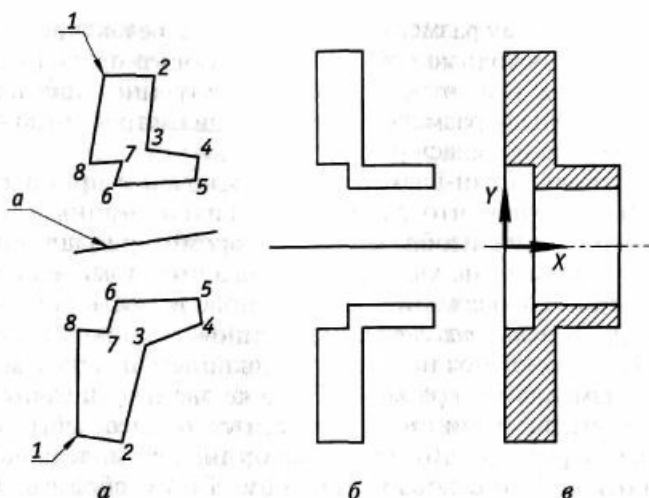

Рис. 3.7. Этапы создания параметрического чертежа:
3. Отключите сетку и привязки (кнопка *Запретить привязки*) и, нарочито утрируя формы детали, выполните чертеж, используя команду *Непрерывный ввод объектов*, например, как показано на рис. 3.7, а. Перед точкой 8 дайте из контекстного меню команду *Замкнуть*. Заметьте, что точки 1, 2 и другие являются объединенными для соответствующих концов отрезков, так как при настройке параметров текущего документа был включен глобальный режим параметризации для привязок (активна опция *Привязки*).
7. Вызовите команду *Вертикаль* и установите необходимые отрезки (типа 2—3) перпендикулярно линии *a*. После первого этапа параметризации должен получиться приблизительно такой чертеж, как на рис. 3.7, б.
8. Проведите на чертеже недостающие линии, включив объектные привязки (рис. 3.7, в).